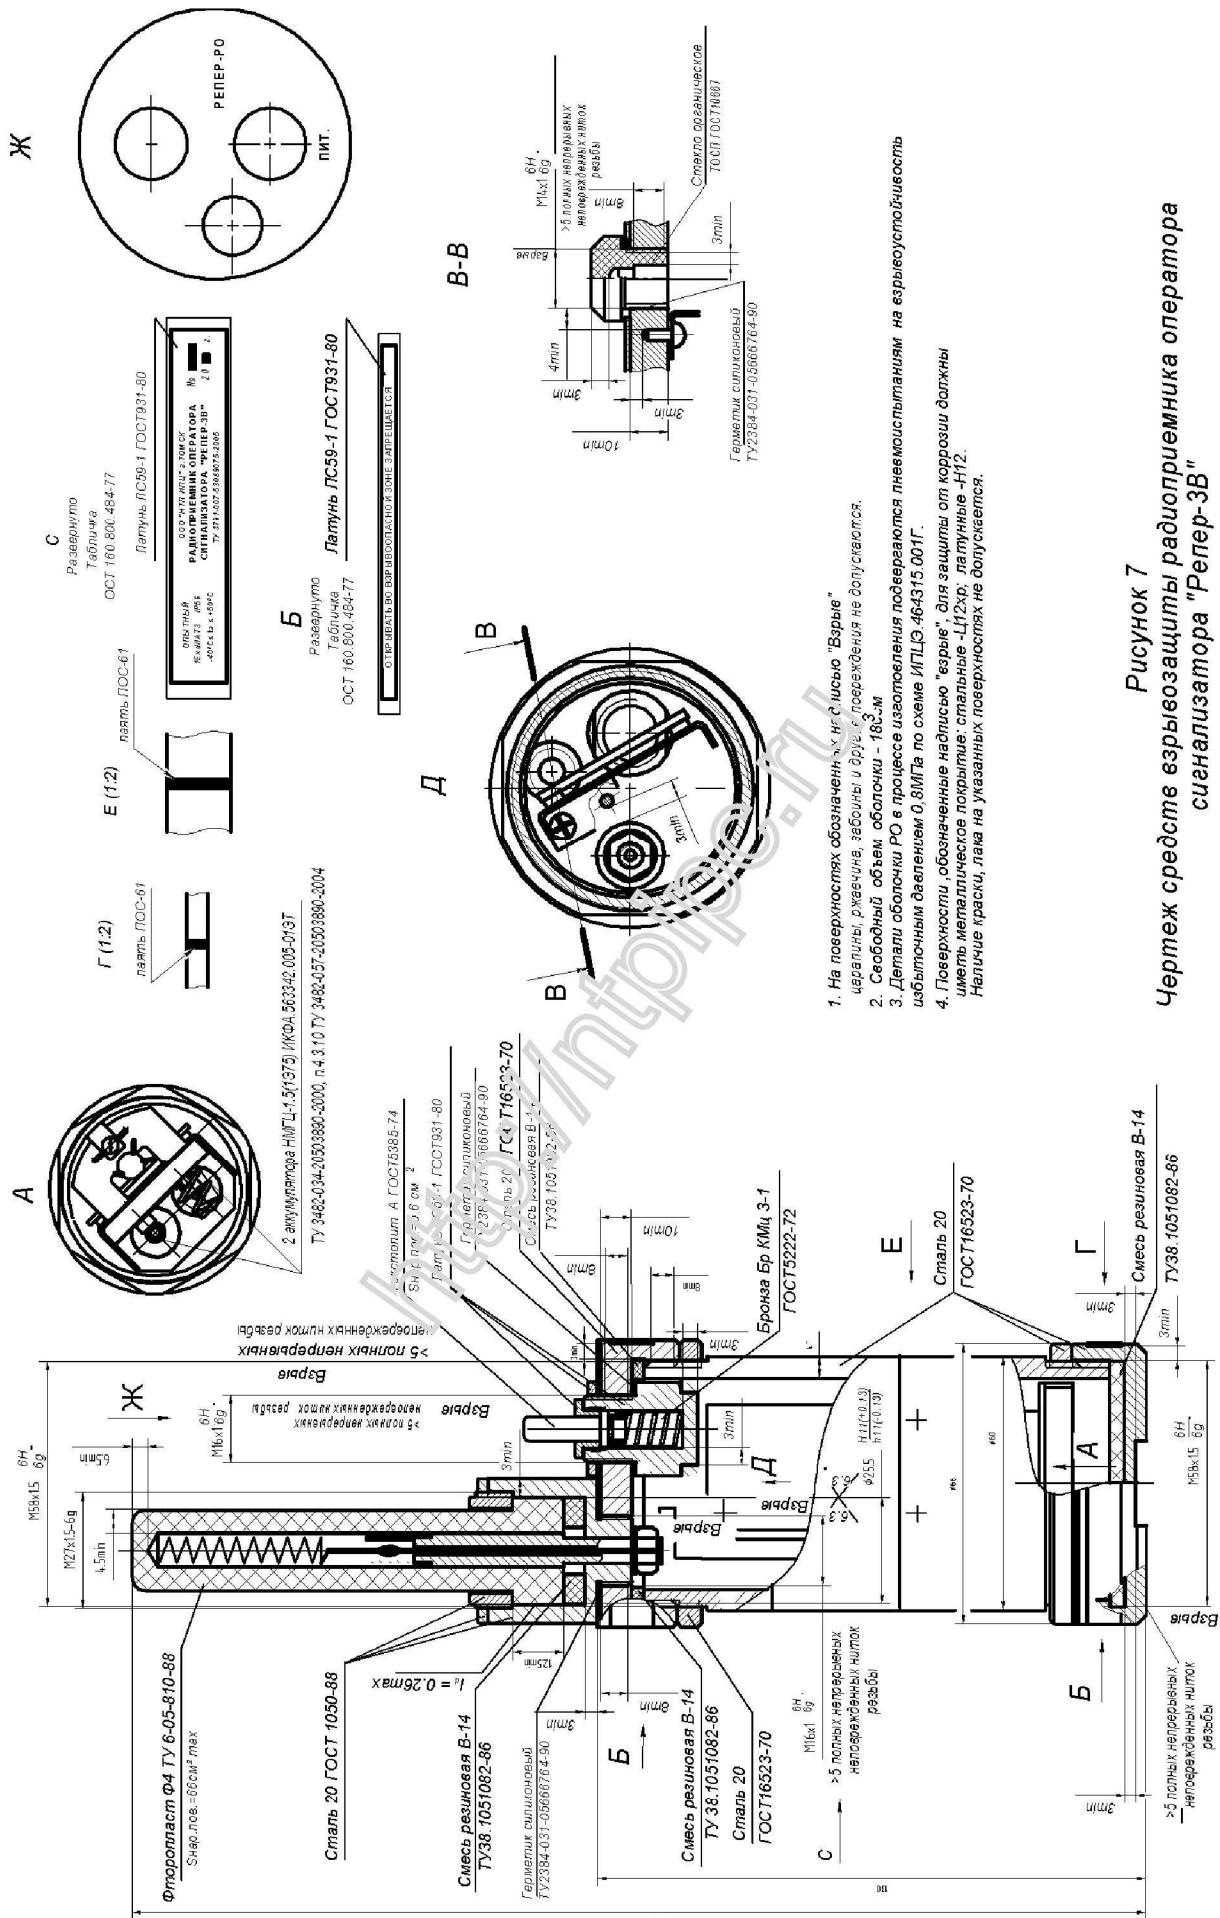

Рисунок 7
1.6.3.2 Взрывонепроницаемость оболочки блока РО обеспечивается герметизацией полости применением взрывонепроницаемых резьбовых соединений. Взрывонепроницаемые резьбовые соединения обозначены на чертеже средств взрывозащиты Рис.7 надписью «Взрыв» с указанием допустимых по ГОСТ Р 51339.1-99 параметров взрывозащиты.